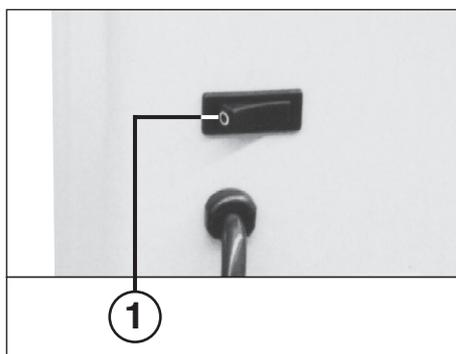

fig. 1
- 1 = Commutateur à bascule „prêt à fonctionner“ (fig. 1)**
Mettez-la en circuit à l'aide du commutateur à bascule (1) (fig. 1).
Faites bien attention de mettre l'appareil hors circuit pendant la nuit en actionnant le commutateur à bascule (1) (fig. 1).